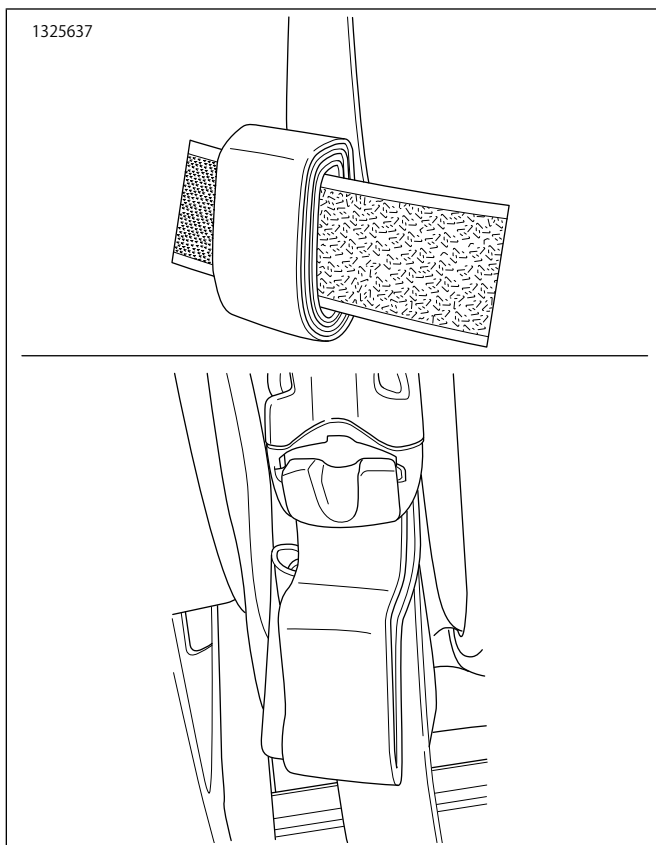

図4。余分なストラップ材
7. 「図4」を参照してください。余分なストラップ材は、フックとループタブで巻き取って固定し、リアホイールに接触したり塗装面を削ったりこすったりすることを防ぎます。